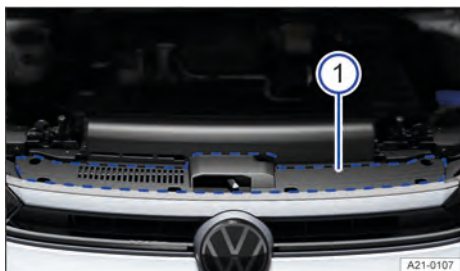

Fig. 184 Local da colocação do adesivo da norma para óleo para motores e viscosidade de óleo para motores (representação esquemática).
- ① Informação sobre a norma de óleo para motores.
- ② Informação sobre a viscosidade de óleo para motores.
O adesivo contendo a norma prescrita para óleo para motores se encontra na frente, no compartimento do motor, na lateral, ao lado do destravamento da tampa do compartimento do motor → Fig. 184 ①.